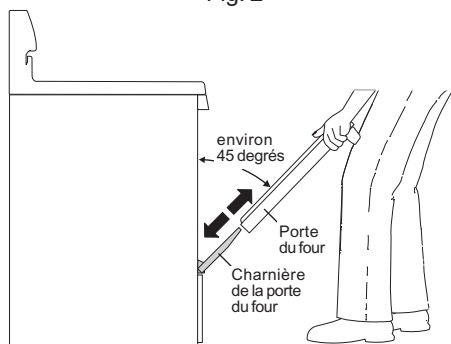

Fig. 3
5. Tenez fermement la porte du four de chaque côté et faites-la glisser vers le haut pour la sortir de ses charnières en conservant le même angle (fig. 3).
2. Tenez la porte de chaque côté près du haut de la porte, tout en la faisant reposer sur votre genou. Insérez les profilés situés dans le bas de la porte sur les bras des charnières de porte (fig. 3).